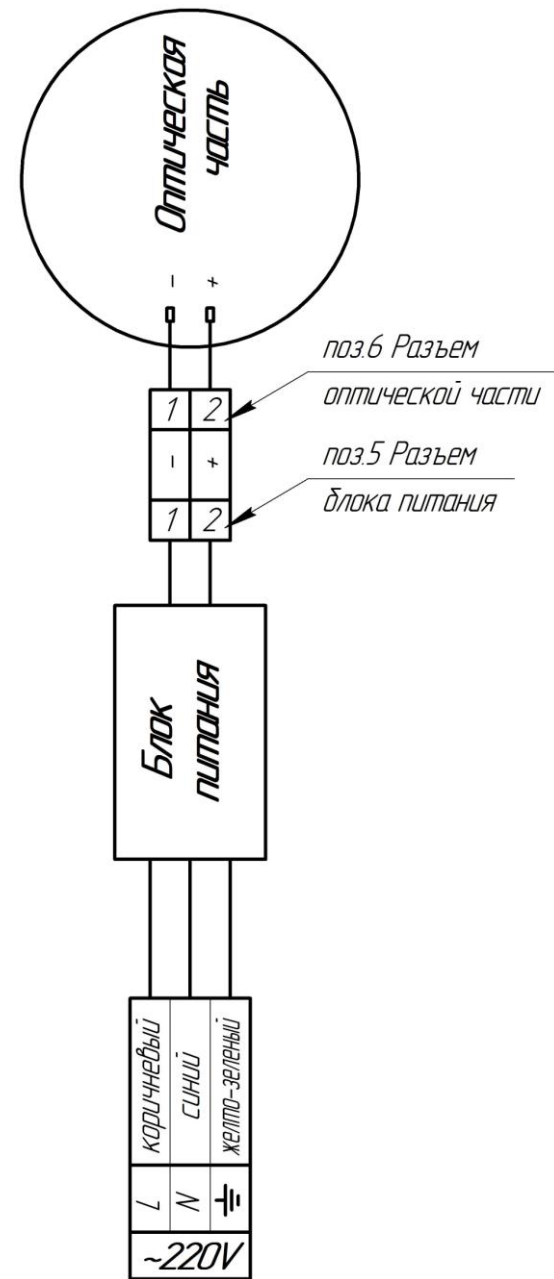

Рис.2
- 5.4. Соединить разъемы оптической части (поз.6) и блока питания (поз.5) (см. рис.2).